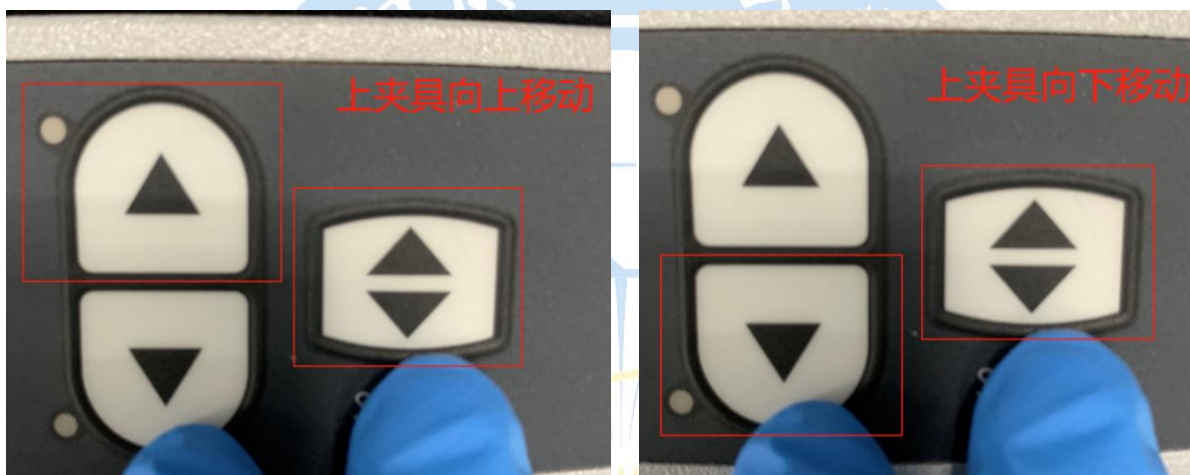

图 6-5
(5) 仪器只有上夹具可以上下移动，按照图 6-5 操作使上夹具上下移动。